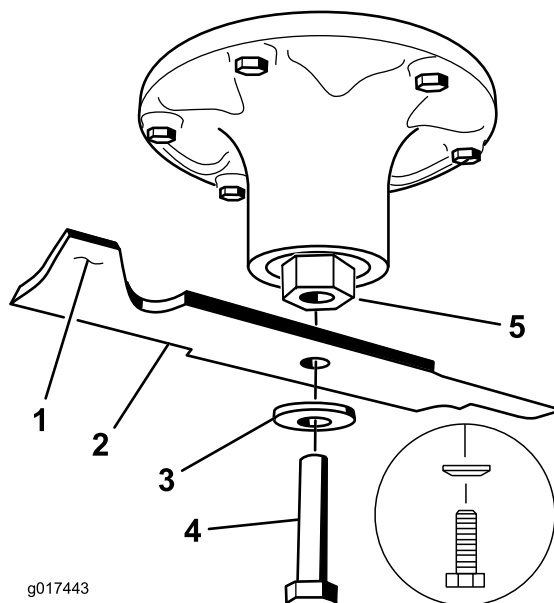

Figura 78
2. Togliete il bullone, la rondella curva e la lama dall'asse del fusello (Figura 78).